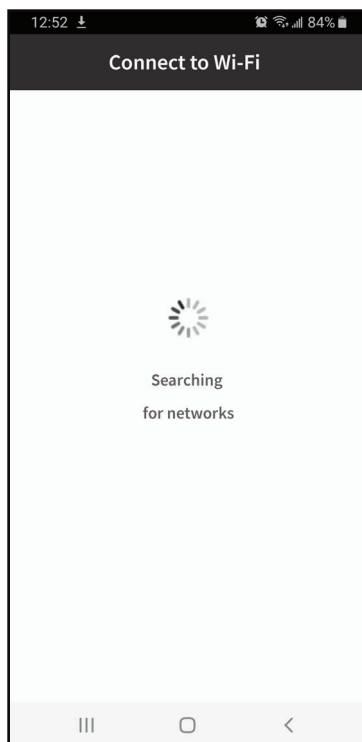

Fig. 7
5. Sélectionnez le Wi-Fi souhaité et connectez-vous en entrant le mot de passe Wi-Fi de votre domicile. (**Fig. 7 & 8**).